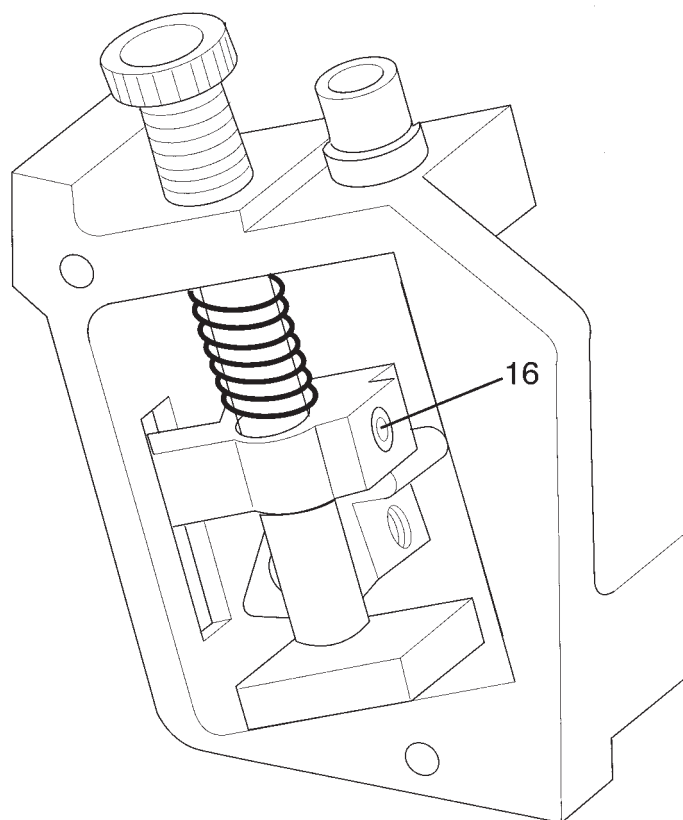

Рис. 17
- Ослабьте винт 16 крепления стержня прижима ткани (рис. 17).